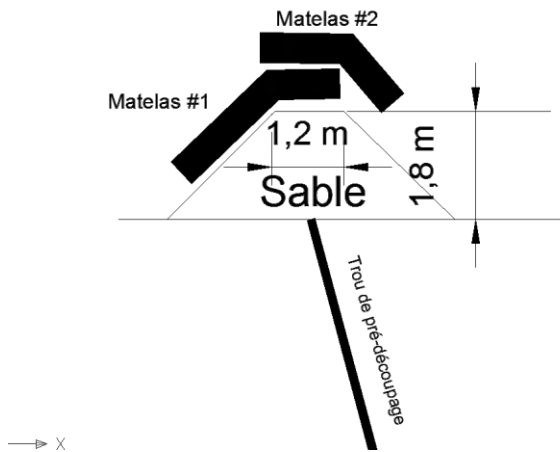

Figure 6.
1. Les trous inclinés doivent être recouverts à la fois par du sable et des matelas selon le schéma illustré à la figure 6.